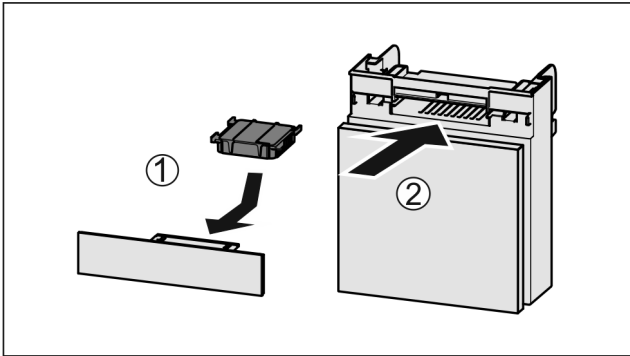

Fig. 81
- ▶ Introduzca el compartimiento Fig. 81 (2).